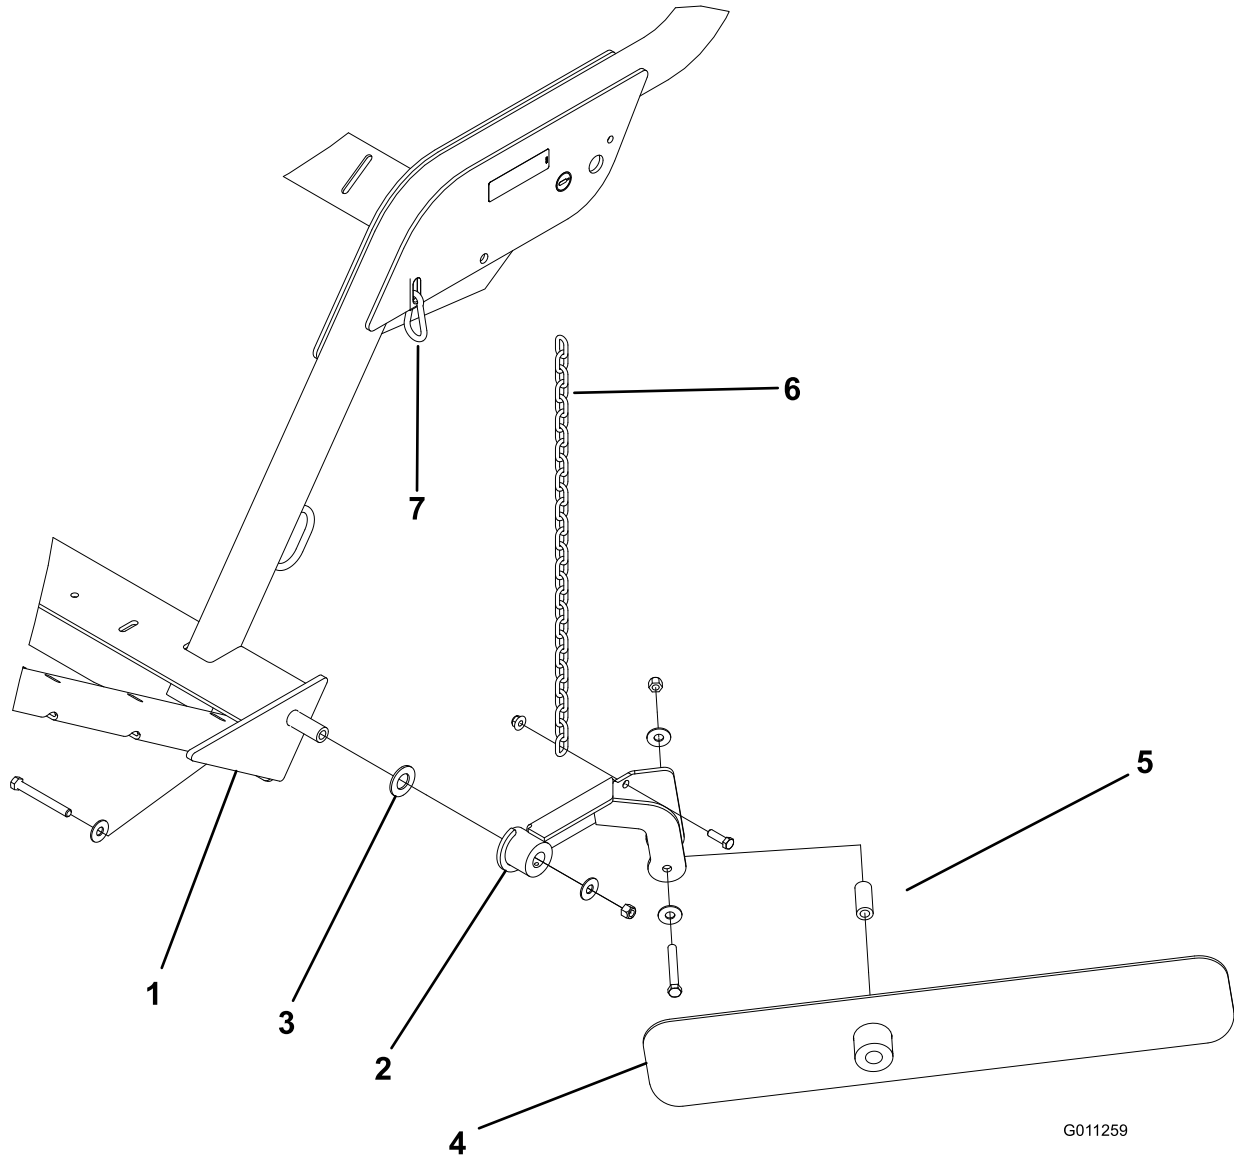

Figura 15
1. Fixe o conjunto de montagem da lâmina na extremidade esquerda da estrutura da vassoura com um parafuso de 7/16 x 3-1/4 polegadas, (2) anilhas pequenas, uma anilha grande e uma porca de bloqueio. Posicione os componentes como se indica na Figura 15.
2. Fixe o conjunto de montagem da lâmina de alinhamento com um parafuso de 7/16 x 3-14 polegadas, (2) anilhas, um espaçador e uma porca de bloqueio. Monte os componentes como se indica na Figura 15. A extremidade mais longa da lâmina deve ser colocada afastada da vassoura.
3. Prenda a corrente no conjunto de suporte da lâmina com um parafuso de 3/8 x 1-1/4 polegadas e porca (Figura 15).
4. Fixe a outra extremidade da corrente à ranhura da estrutura com a articulação de encaixe (Figura 15). Tem de haver alguma folga na corrente, quando ligada.